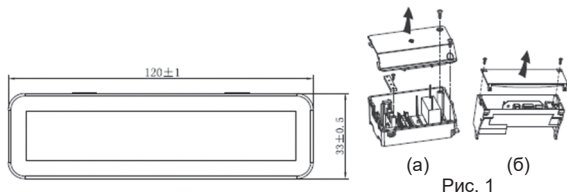

Рис. 1
- Найдите распределительную коробку, отвинтите винты на крышке распределительной коробки, затем снимите крышку распределительной коробки (если есть прижимная пластина, которая прижимала световой провод, сначала необходимо демонтировать прижимную пластину). См. рис. 1. Распределительная коробка имеет версии а и б, в зависимости от разных моделей.